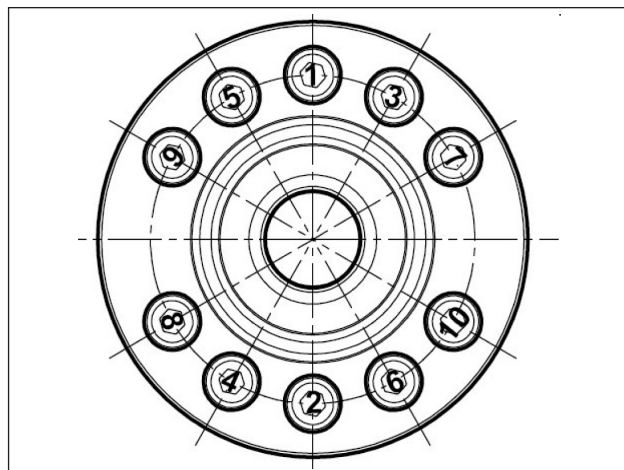

图53
- **** 图表图53中的支架固定螺栓必须分两个阶段进行固定：